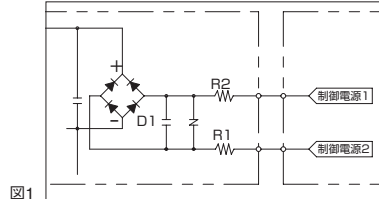

図1
「ピンNo.①が+極性、No.②が-極性」との極性指示がある為、配線時に極性の確認を行って頂いている場合もございます。しかし、制御電源回路の極性に該当する部分の回路構成は「整流回路内蔵」(右図1参照)としており、特に極性の指示は必要の無い回路構成となっております。